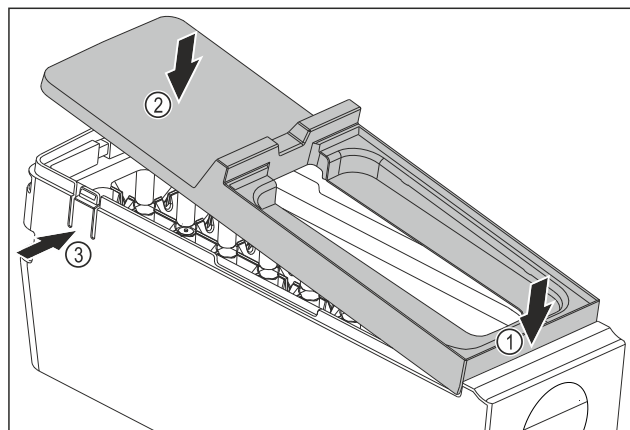

Fig. 81
- Abdeckung des EasyTwist-Ice-Korpus montieren: Abdeckung vorne ansetzen. Fig. 81 (1)
- Abdeckung hinten absenken. Fig. 81 (2)
- Abdeckung rastet hörbar in beiden Laschen Fig. 81 (3) ein.